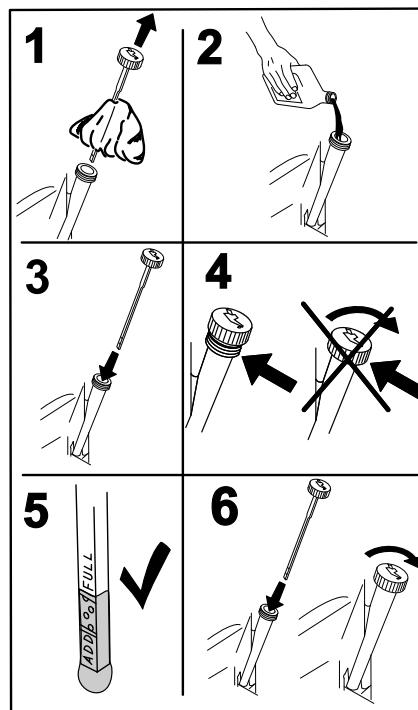

Figura 49
4. Vierta lentamente un 80% aproximadamente del aceite especificado por el tubo de llenado, luego añada lentamente el resto del aceite hasta que llegue a la marca **Full** (Figura 49).